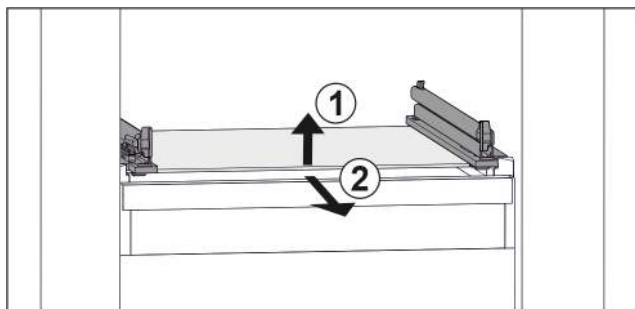

Fig. 36 Примерное отображение стеклянной пластины
- Приподнимите стеклянную пластину спереди. Fig. 36 (1)
- Извлеките стеклянную пластину движением вперед. Fig. 36 (2)